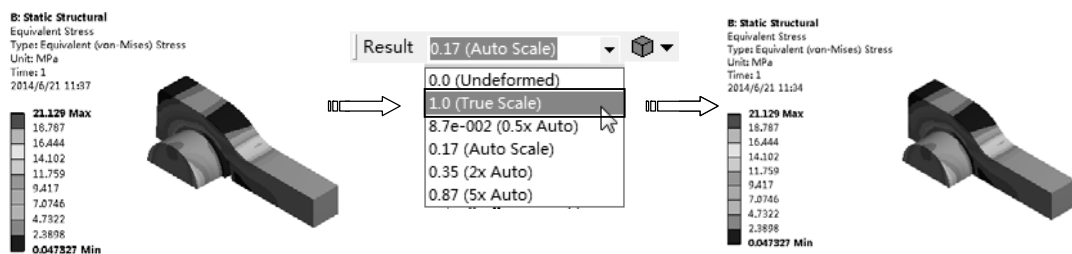

图 8-61 应力云图
3) 应力云图。在【Outline (分析树)】中选择【Solution (B6)】节点，单击其下的【Equivalent Stress】项， **Equivalent Stress**，在图形窗口显示出应力云图。选择【Result】工具栏上的【1.0 (True Scale)】项，可真实显示应力云图，如图 8-61 所示。